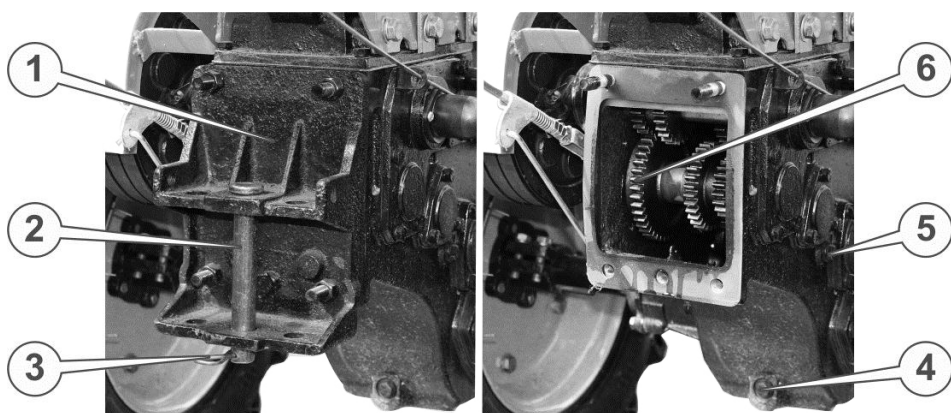

Рисунок 40. – Відкрит редуктор мотоблока
Навісне та причіпне обладнання кріпиться до мотоблока за допомогою причіпної цапфи (1) (див. рис. 40.) або жорстким способом.